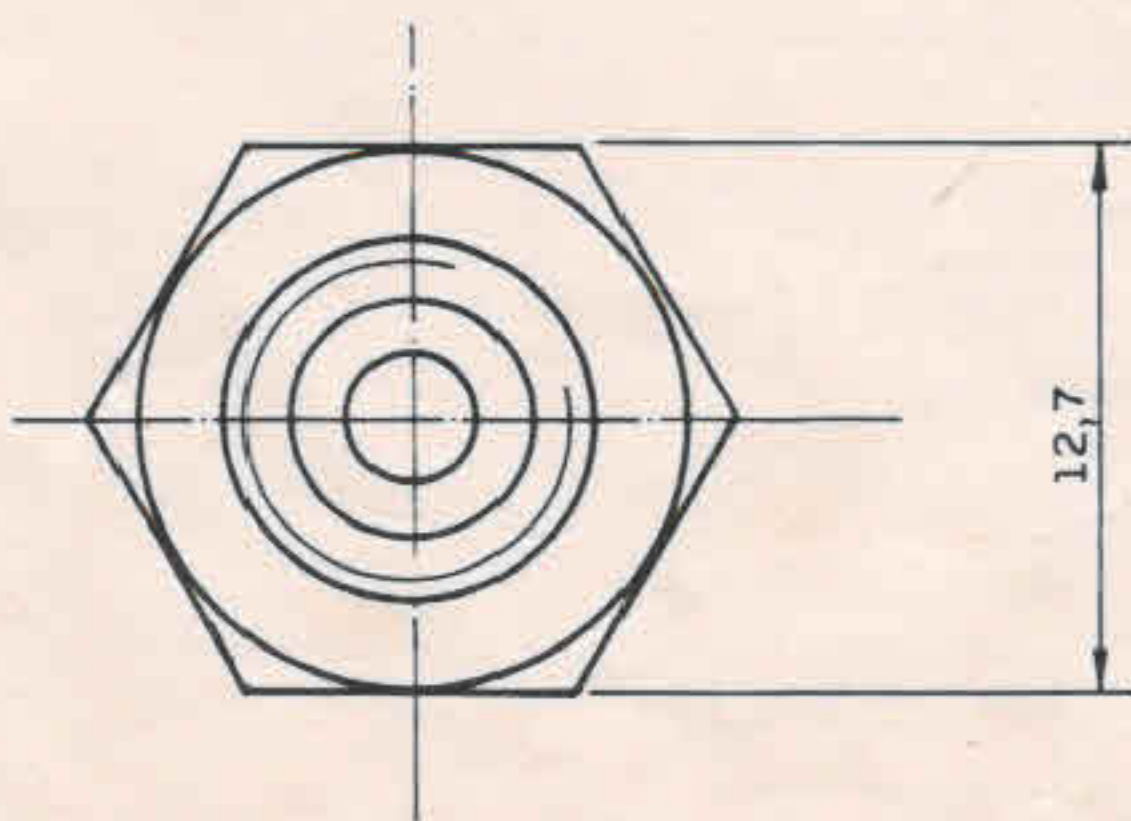

Figura 1 - Viscosímetro copo Ford
- 2.1 Viscosímetro copo Ford aferido conforme Anexo (ver Figura 1).